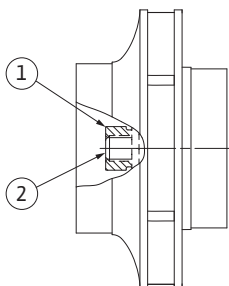

Fig.53: Prawidłowe położenie nakrętki wirnika po montażu
29. Przytrzymać wał (patrz czynność 24) i dokręcić nakrętkę wirnika zalecanym momentem dociągającym (patrz wykaz „Tab. 11: Momenty dociągające śrub” na stronie 176). Nakrętka (rys. 53, poz. 1) musi się znajdować równo z końcem wału (rys. 53, poz. 2)  $\pm 0,5$  mm. Jeżeli tak nie jest, odkręcić nakrętkę i powtórzyć czynności 25 do 29.